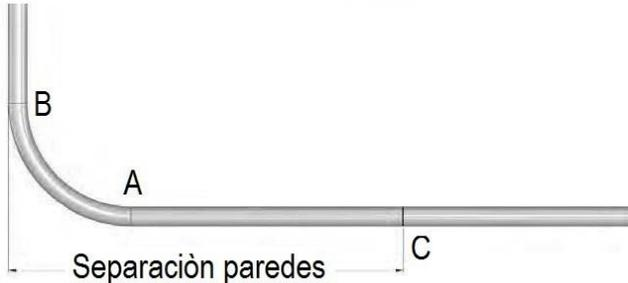

Figura 19. Marcaje punto C
5. Realizada la primera curva de 90°, se mide desde la parte posterior de la misma hasta la pared ubicada a la derecha donde estará ubicado el segundo cajetín y se señaliza como el punto "C". Como se ve en la figura 19.